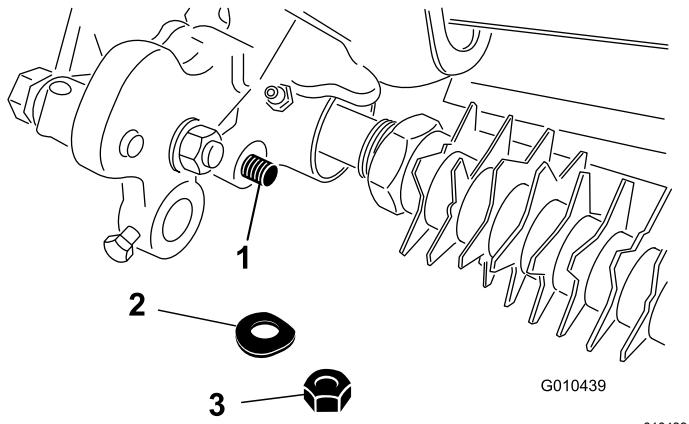

Рисунок 28
- Снимите контргайку и тарельчатую шайбу, которые крепят конец стержня узла рычага высоты скашивания к узлу привода механической щетки (Рисунок 28).